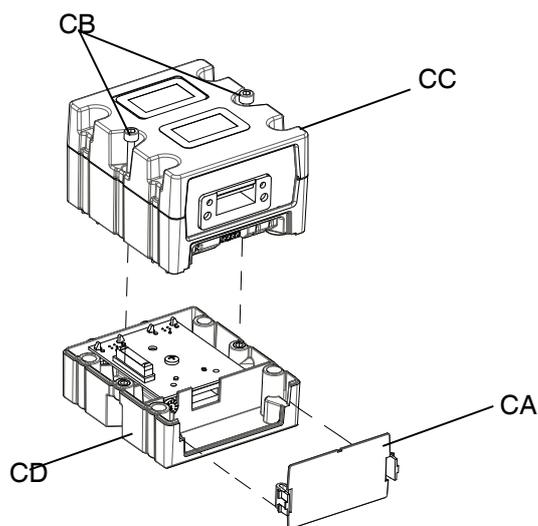

Fig. 38: Smontaggio del CGM
5. Rimuovere il coperchio di accesso dal CGM (CA). Allentare le due viti (CB) e rimuovere il CGM (CC) dalla base (CD) come mostrato in FIG. 38.